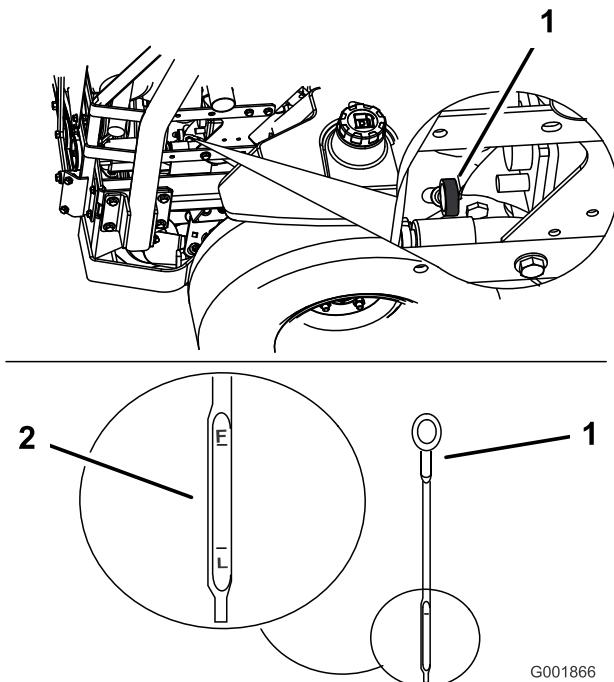

Figure 42
- Nettoyez la surface autour de la jauge d'huile (Figure 42) pour éviter que des impuretés ne s'introduisent dans le goulot de remplissage, ce qui risquerait d'endommager le moteur.
- Sortez la jauge d'huile et essuyez soigneusement l'extrémité métallique (Figure 42).
- Enfoncez la jauge complètement dans le tube. Ressortez la jauge et examinez l'extrémité métallique (Figure 42). Si le niveau est bas, versez lentement une quantité d'huile suffisante dans le trou de remplissage pour amener le niveau au repère du plein.